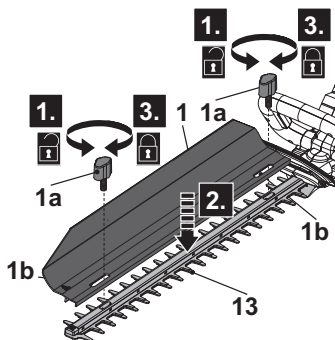

Fig. 2
1. Retire manualmente las perillas de bloqueo (1a) en sentido contrario a las tuercas y manténgalas a mano (Fig. 2, paso 1).
3. Alinee las ranuras (1b) del barredor (1) con las tuercas del dispositivo de corte (cuchilla) (13) y manténgalas fijadas en su sitio (Fig. 2, paso 2).
4. Asegure las conexiones con las perillas de bloqueo (1a) en el sentido de las agujas del reloj con la mano (Fig. 2, paso 3).